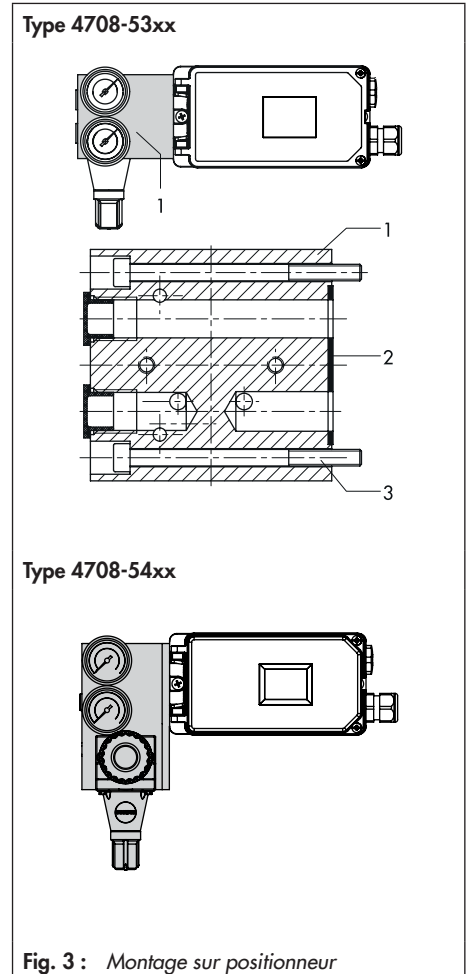

Fig. 3 : Montage sur positionneur
2. Retirer le joint plat de répartition situé à l'intérieur du détendeur, puis le retourner à 180° selon la Fig. 3 avant de le remettre en place.